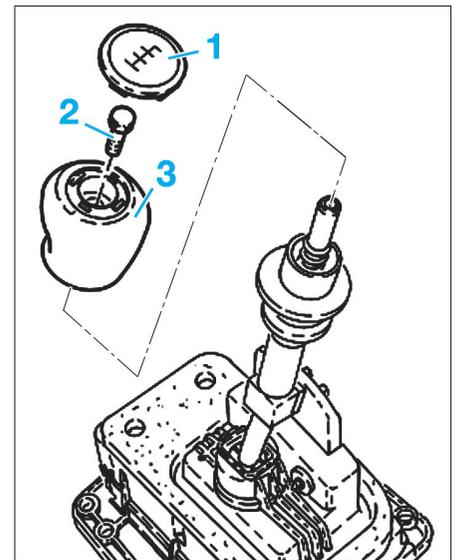

Fig. 15
- Si nécessaire, dégrafer la garniture (1) puis dévisser la vis (2) afin d'extraire le pommeau (3) (Fig.15).